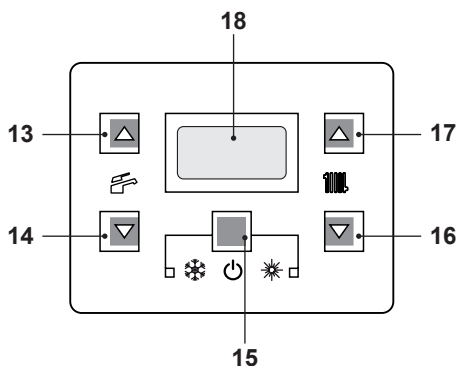
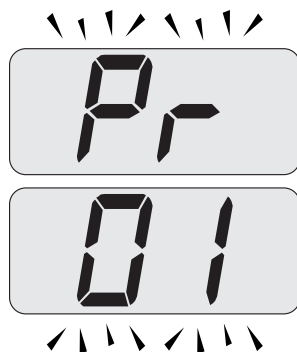
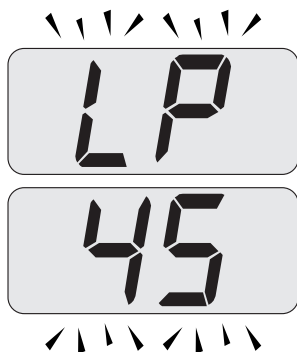
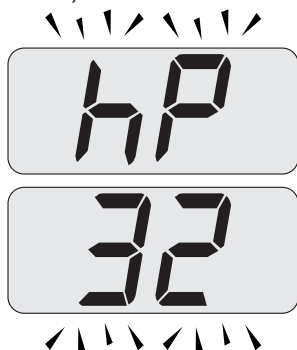

Figura 9.19
Figura 9.20
Figura 9.21
Figura 9.22
- Entre en la "modalidad de programación" pulsando simultáneamente durante 10 segundos los botones 15 - 16 - 17 (Figura 9.19) hasta que aparezcan en la pantalla LCD las letras **Pr** alternadas con el código **01**, que indican la entrada en el "parámetro 01" (Figura 9.20).
- Pulse simultáneamente los botones 16 y 17 (Figura 9.19) hasta que aparezcan en la pantalla LCD las letras **LP** alternadas con el valor de temperatura del agua de calefacción (ej. **45**), que indican la entrada en la activación de la "función deshollinador" a la potencia mínima (Figura 9.21).
- Pulsando el botón 17 (Figura 9.19) se puede modificar la potencia en modalidad deshollinador: el display LCD muestra las letras **hP** que se alternan con el valor de temperatura del agua de calefacción (ej. **32**); estamos en la "función deshollinador" a la potencia mínima en calefacción (Figura 9.22).
- Pulsando el botón 17 (Figura 9.19) se puede modificar la potencia en modalidad deshollinador: la pantalla LCD muestra las letras **cP** alternadas con el valor de
17 (Figura 9.19) se sale de la "modalidad deshollinador" y se vuelve al estado anterior de la caldera (Figura 9.25).